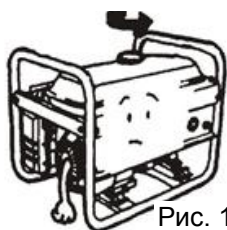

Рис. 13
3.2.1 Зніміть кришку паливного бака. (Рис. 13).